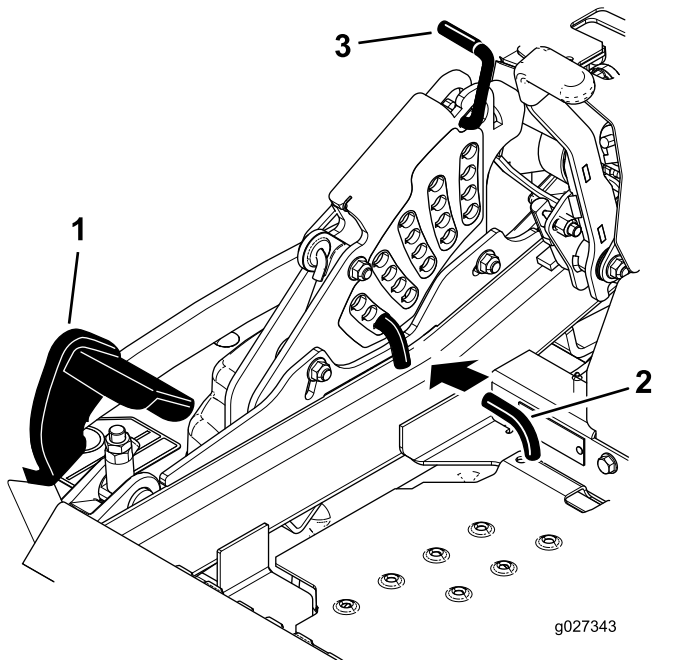

Figura 26
2. Pise el pedal de elevación de la carcasa y eleve la carcasa a la posición de transporte (que es también la posición de altura de corte de 140 mm [5½"]) (Figura 26).
3. Para ajustar la altura de corte, gire el pasador 90 grados y retire el pasador del soporte de altura de corte (Figura 26).
4. Seleccione el taladro del soporte de altura de corte que corresponde a la altura de corte deseada, e inserte el pasador (Figura 26).